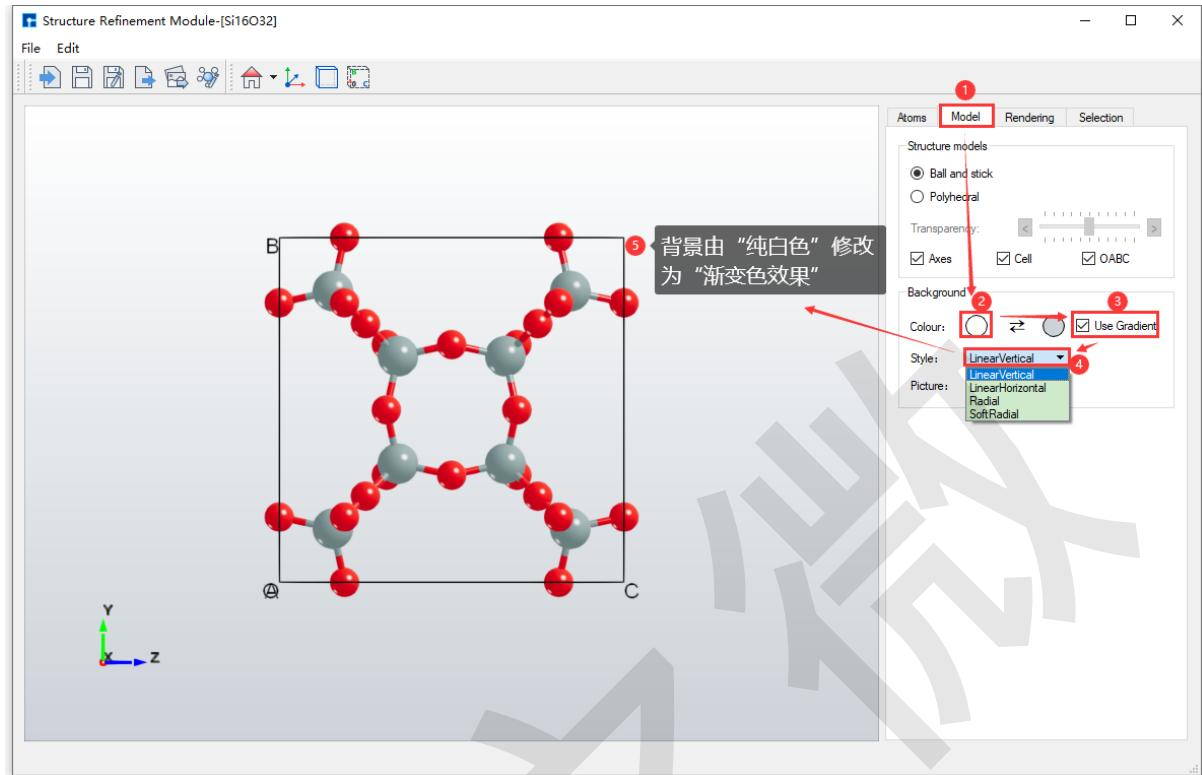

图 7.29: 将显示 Si16O32 晶体结构的 背景颜色由 纯白色修改为 渐变色效果的操作界面
2. 如 图 7.29 所示为将显示 Si16O32 晶体结构的 背景颜色由 纯白色修改为 渐变色效果的操作界面。
3. 在 图 7.29 基础上, 点击 图 7.29 标号 ④ 区域下拉按钮可选择背景颜色的渐变类型。